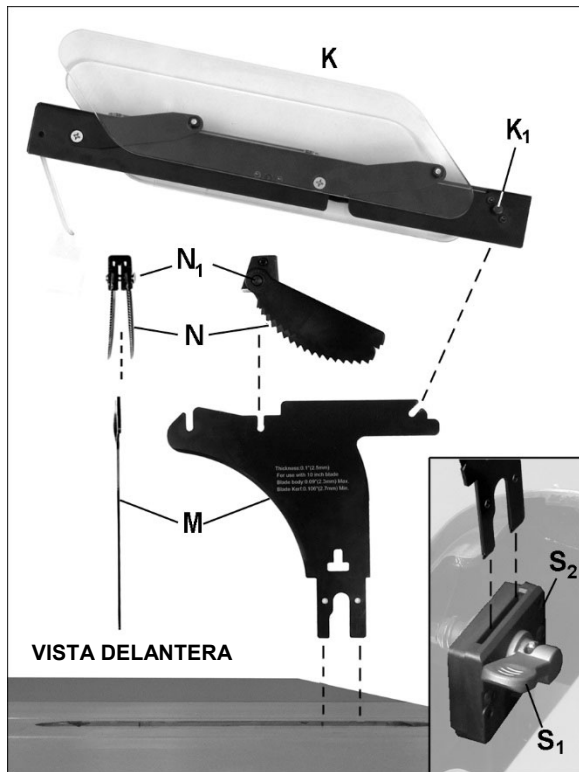

Figura 6-10: instalación del conjunto de protector
Vea la Figura 6-10.
2. Coloque el conjunto de fiadores antirretroceso (N, Figura 6-10) de modo que el lado en ángulo del bloque de fiadores haga frente a la parte delantera de la sierra, según se muestra.
3. Baje el conjunto de fiadores sobre la muesca central del separador, con los fiadores a horcajadas del separador. Oprima sin soltar el botón del bloque de fiadores (N_1 , Figura 6-10), y empuje el bloque de fiadores hacia abajo hasta que se enganche firmemente en la muesca.